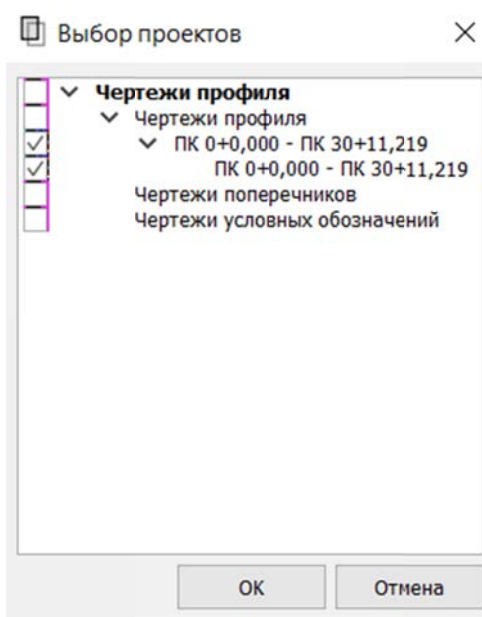
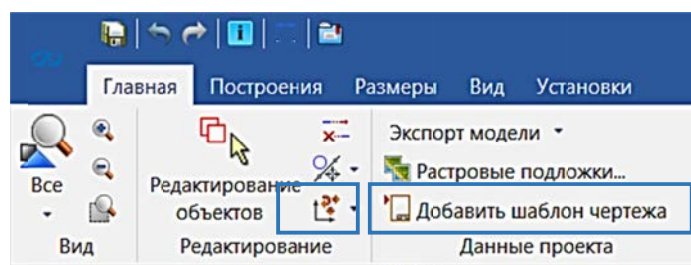

Рис. 6.28. Диалог **Выбор проекта**
Рис. 6.29. Команды преобразования и компоновки в **Чертежной модели**
2. Затем в диалоге выбора указать, какой проект с чертежом профиля подлежит копированию (рис. 6.28).
3. По необходимости с помощью команды РЕДАКТИРОВАНИЕ – ПРЕОБРАЗОВАНИЕ КООРДИНАТ ПРОЕКТА (рис. 6.29) осуществляется перенос и компоновка отдельных проектов профилей через выбор в диалоге **Выбор проекта** (рис. 6.28).
4. С помощью команды ГЛАВНАЯ – ДАННЫЕ ПРОЕКТА – ДОБАВИТЬ ШАБЛОН ЧЕРТЕЖА (рис. 6.29) в диалоге **Открыть объект «Шаблон чертежа»** указать необходимый шаблон.